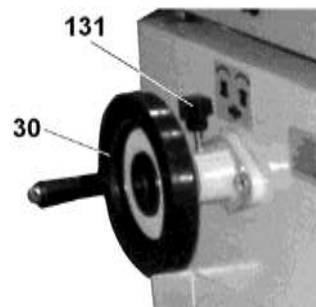

Рис. 34
9.4. Фрезерование по направляющей планке, фрезерование криволинейных кромок, Рис. 34 - 32